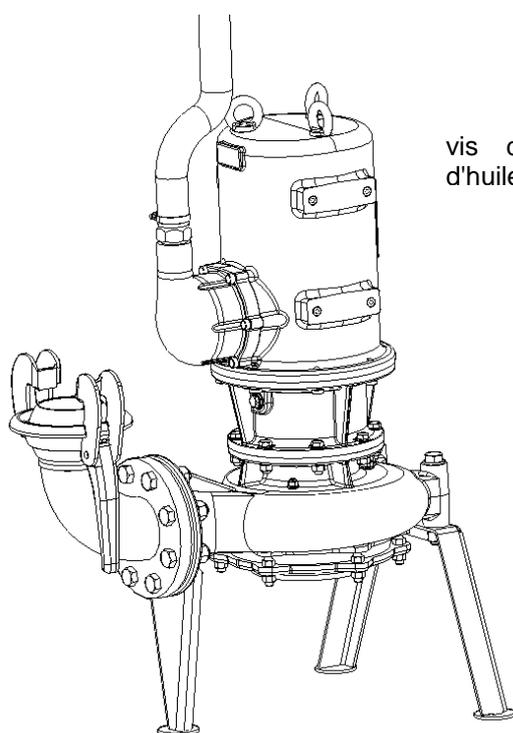

Figure 6
- Mettre la pompe en position verticale (voir figure 6).